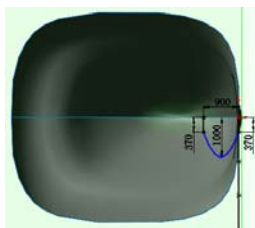

图 8-21 绘制的草图
⑤ 设置基准面。在左侧“FeatureManager 设计树”中用鼠标选择“基准面 2”，然后单击“标准视图”工具栏中的“正视图”图标，将该基准面作为绘制图形的基准面。
⑥ 绘制草图。单击“草图”工具栏中的“样条曲线”图标按钮, 绘制如图 8-21 所示的样条曲线并标注尺寸, 然后退出草图绘制状态。